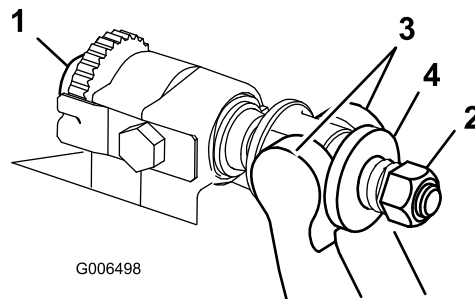

図 37
1. ベッドバー調整ねじを左に回して下刃とリールの接触を完全になくす図 37。
2. スプリングテンションナットをゆるめて、ワッシャがベッドバーを全く押さないようにする図 37。